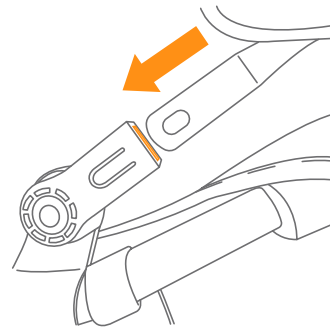

Fig.10a
- 10)** • Insert the canopy into the stroller frame and ensure both sides click in (Fig. 10a).
- Inserte la cubierta en el marco del cochecito y asegúrese de que haga clic (Fig. 10a).